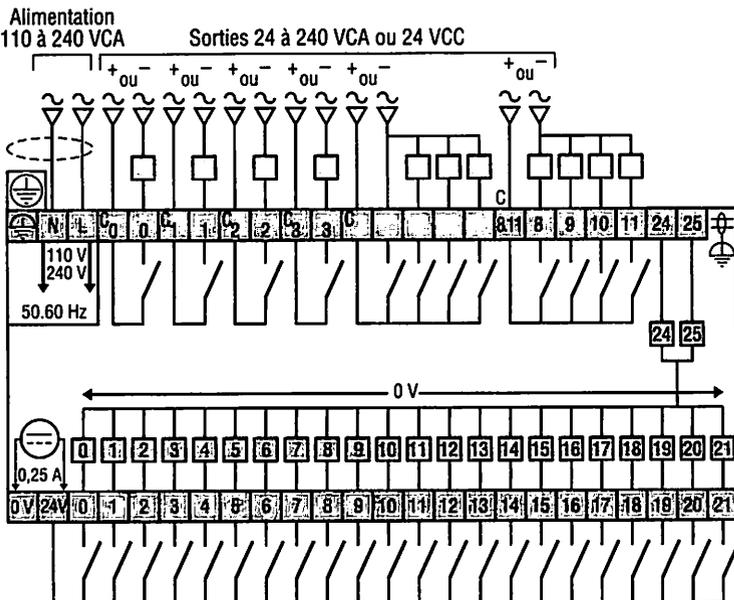

Fig. 5 : Raccordement d'un TSX 17.
c) Exemple de raccordement (fig. 5)